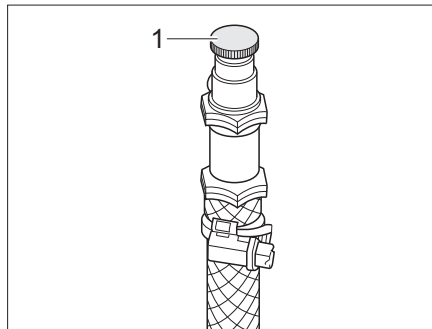

Fig. 278 Soupape de purge pour le chauffage à eau chaude
- Ouvrir la soupape de purge (Fig. 278,1) et la laisser ouverte, jusqu'à ce l'air soit complètement évacué du circuit.